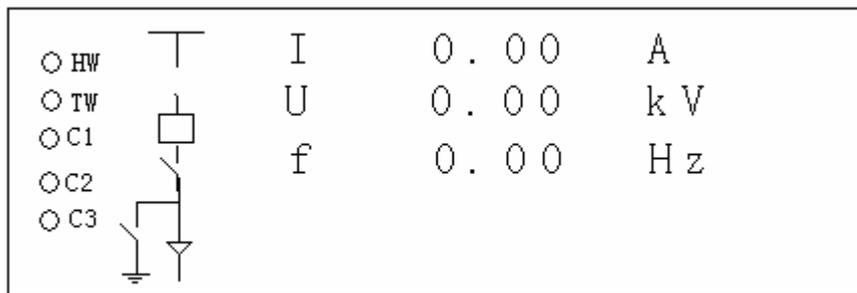

图 10-1 显示刀闸位置主信息图
10.2.1 装置上电后, 显示装置型号及公司名称, 5s 后退出; 转入显示装置“主信息图”, “主信息图”可以在设置参数菜单中选择显示普通刀闸、手车位置、只显示断路器或者不显示(具体设置请参阅 10.2.8 节“设置”)。如下图 10-1 所示:
在图 10-1 (主信息图) 状态下按”确认”键进入主菜单。如图 10-2~10-4 示: